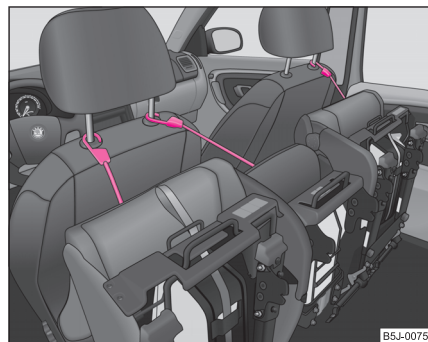

Abb. 54 Vorgeklappte Sitze sichern
- Sichern Sie den vorgeklappten Sitz mit Hilfe des Befestigungsgurts an einer Führungsstange der Kopfstütze des vorderen Sitzes ⇒ Abb. 54.